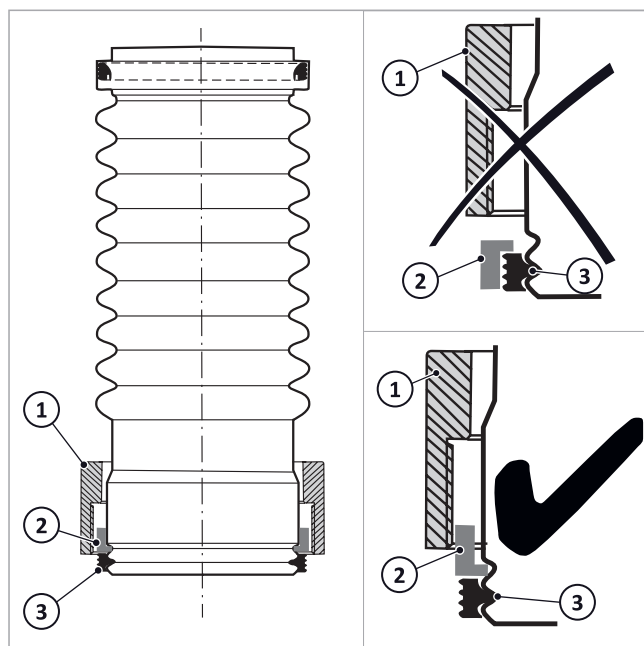

Fig. 60 : raccord vissé en place
3. Comme indiqué sur la → fig. 60, faire glisser l'écrou-raccord (1), le circlip (2) et le joint (3) sur l'extrémité inférieure de l'embout de raccordement des gaz d'échappement.